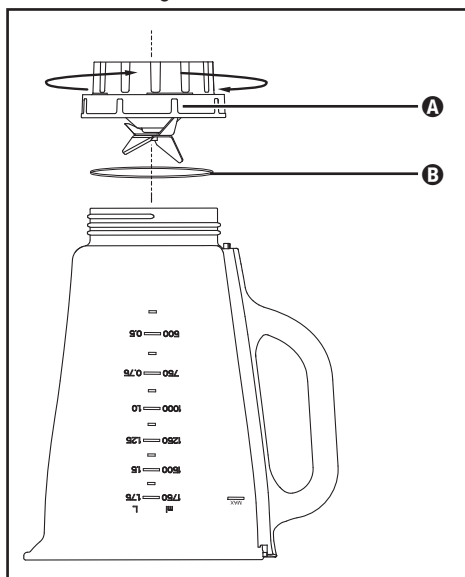

Fig. 3
- 2) Capovolgere l'apparecchio e ruotare l'accessorio ① con le lame di taglio ④ in senso antiorario in modo da poterlo staccare dal contenitore dell'inserto mixer ③ (vedere Fig. 3).